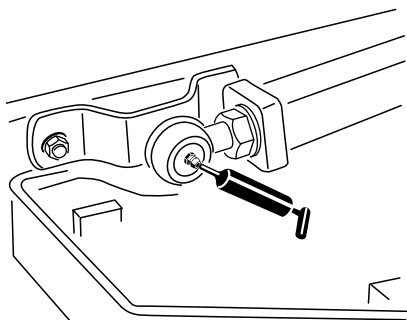

Figure 64
- 2 rotules de bras de levage (Figure 64).